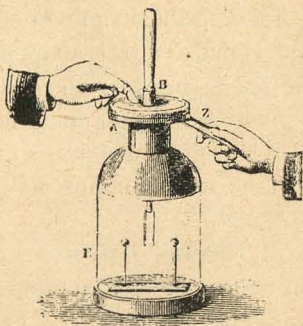

Fig. 180.—Electroscopio condensador.
**7. Electroscopio condensador ó electroscopio de Volta.**—El *electroscopio condensador* (fig. 180) está formado de un electroscopio de hojas de oro, provisto en su parte superior del disco metálico *A*, sobre el cual se puede